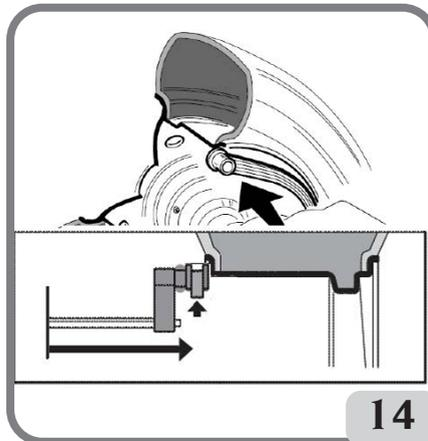
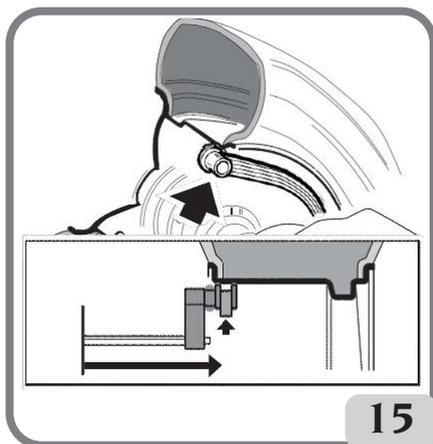

Fig. 14: Acquisition manuelle de la distance de roue dans le type de programme ALU 2P
Fig.15: Acquisition manuelle de la distance du plan interne dans le type de programme ALU 1P
porte-masse comme repère pour déterminer la ligne médiane de la masse (fig.15). Dans Alu 2P prendre comme repère le bord de la jante, si la masse interne est à ressort (fig.14).
- Placer l'extrémité du bras de mesure en face du plan choisi pour l'application de la masse interne (fig. 15 pour ALU 1P et fig. 14 pour ALU 2P). En Alu 1P, on prend le centre de la rainure de l'outil porte-masse comme repère pour déterminer la ligne médiane de la masse. Avec Alu 2 P, prendre comme repère le bord de la jante, étant donné que la masse interne est à ressort.